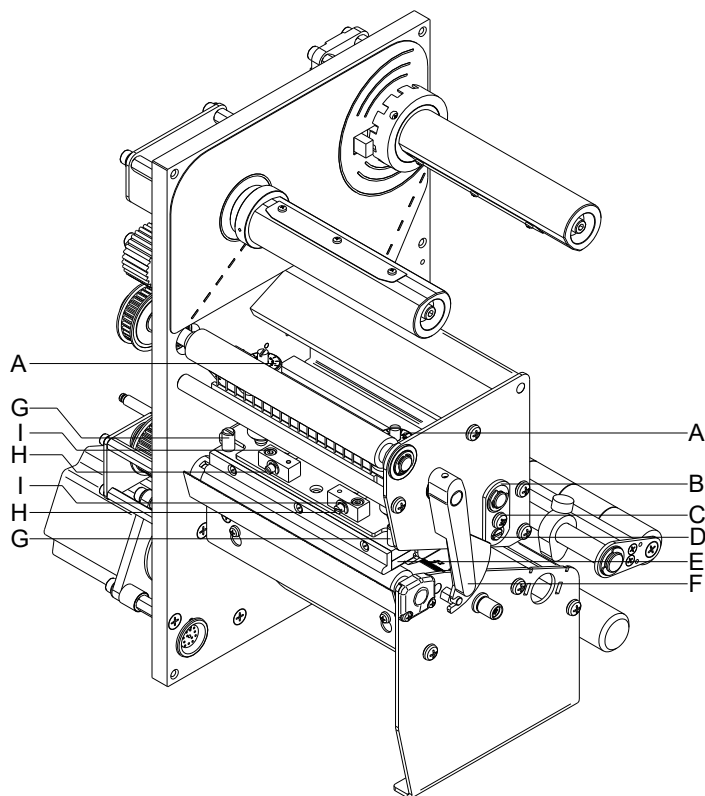

Figura 17
1. Allentare le viti (I, Figura 17) di circa $\frac{1}{4}$ di giro con una chiave per viti.
2. Impostare il parallelismo con le viti di regolazione (H, Figura 17).
4. Serrare di nuovo le viti (I, Figura 17).
Se dopo avere impostato il parallelismo la stampa non risulta uniforme sull'intera larghezza delle etichette, è possibile effettuare un'equilibratura mediante il pannello di regolazione (B, Figura 17) procedendo come segue:
1. Allentare la vite (C, Figura 17) di circa $\frac{1}{4}$ di giro.
2. Ruotare i bulloni eccentrici (D, Figura 17) per creare un'equilibratura di stampa e registrarli fino ad ottenere un'immagine di stampa uniforme.
3. Serrare di nuovo la vite (C, Figura 17).